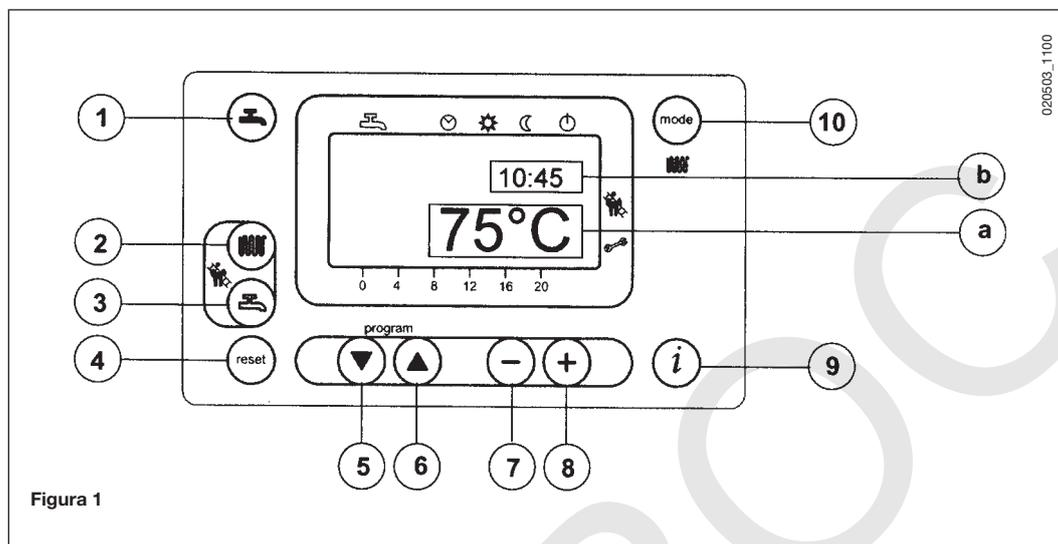

Figura 1
- Apretar la tecla  (2- figura 1) para programar la temperatura del agua de calefacción;
- apretar una de las dos teclas   (1 o 10 - figura 1) para memorizar y volver al menú principal.
N.b – Con sonda exterior conectada, mediante la tecla  (2 – figura 1) es posible efectuar la traslación de la curva de calefacción. Apretar las teclas   para disminuir o aumentar la temperatura ambiente del local a calefaccionar.
- Apretar la tecla  (3- figura 1) para programar la temperatura máxima del agua sanitaria;
En el display principal (figura 1 a) aparecen las señalizaciones de anomalía junto con el símbolo  (figura 4). La reactivación es posible mediante el botón de reset  el cual debe ser apretado por lo menos dos segundos.